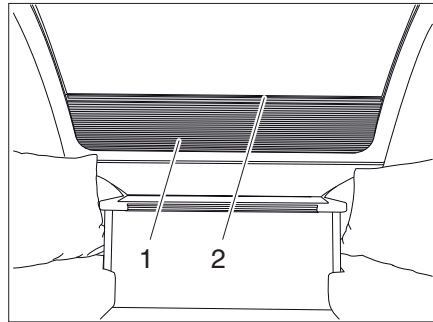

Fig. 39 Persiana oscurecedora enrollable para ventana delantera
- Cerrar:** ■ Tirar la persiana oscurecedora enrollable de la muesca (Fig. 39,2) hacia arriba.
- Abrir:** ■ Tirar la persiana oscurecedora enrollable (Fig. 39,1) de la muesca (Fig. 39,2) hacia abajo.